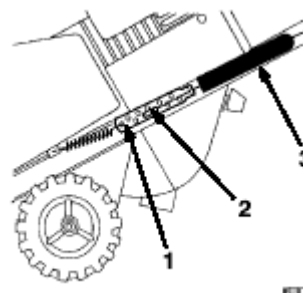

图17
- B. 沿控制线往上滑开弹簧罩，以露出控制线调节器。（图17）